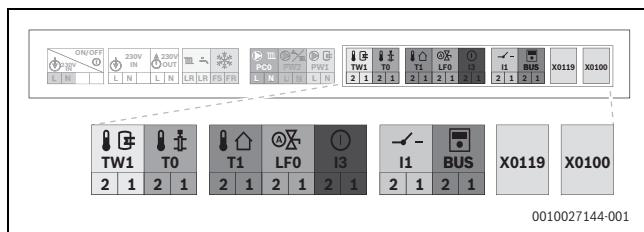

Bild 97 Niederspannungsbereich: Klemmleiste
- Kabel an der Klemmleiste für externes Zubehör (→ Bild 96 und Bild 97) anschließen.